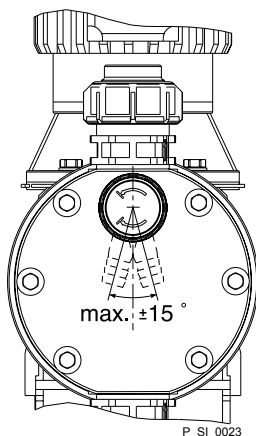

Fig. 19: Orientación de la válvula de rebose permitida
- Coloque la tubería de rebose siempre en descenso y, además, coloque la boquilla portatubo orientada hacia abajo (véase Fig. 19).